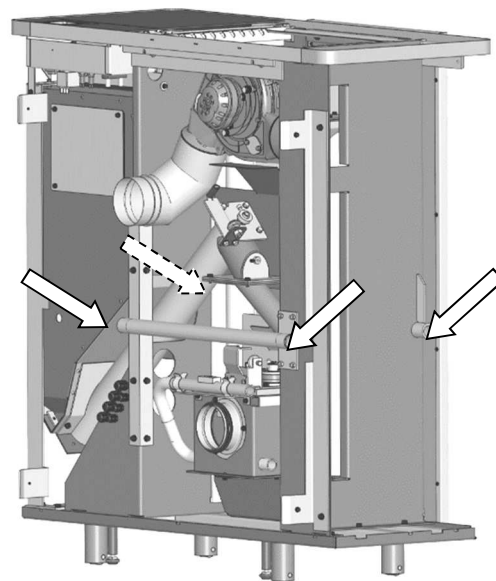

Abb. 6: Flansche Tragegestangen ixpower
2. Die vier Tragegestangen, in die am Grundkörper befestigten Flansche bis zum Anschlag einschrauben (Abb. 6).